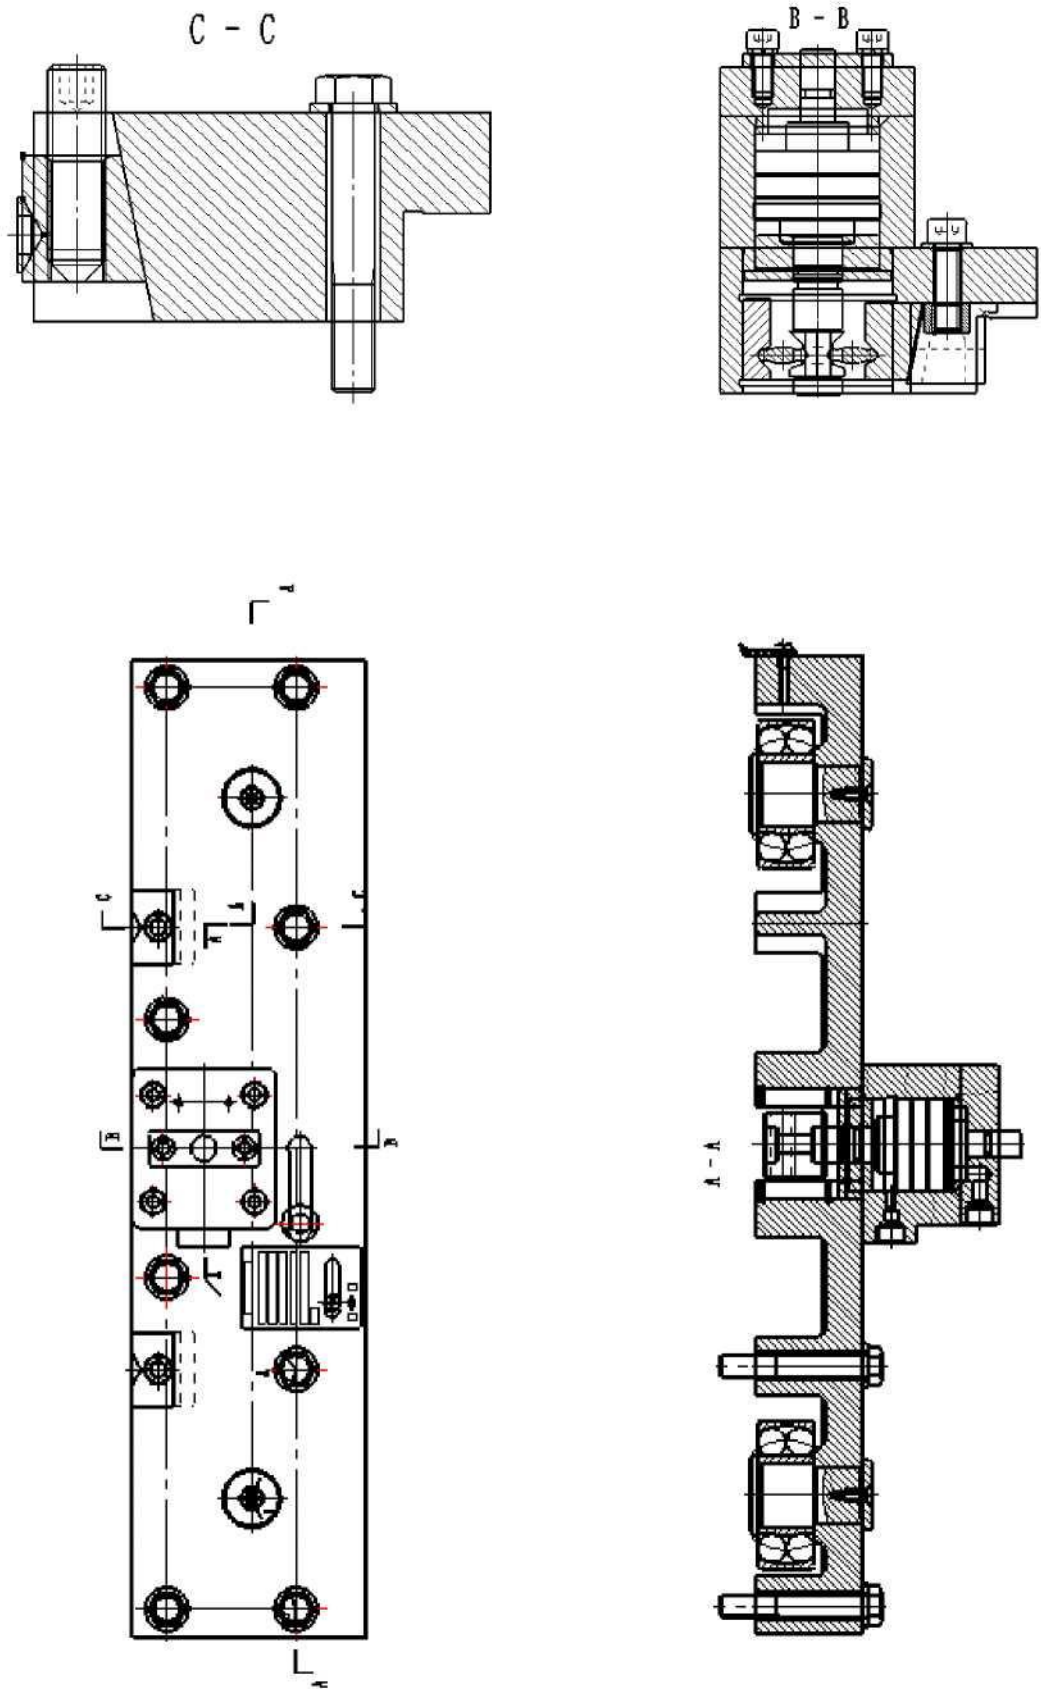

Рис. 10-4 Зажатие головки шпинделя
4. Зажатие головки шпинделя (Рис. 10-4)